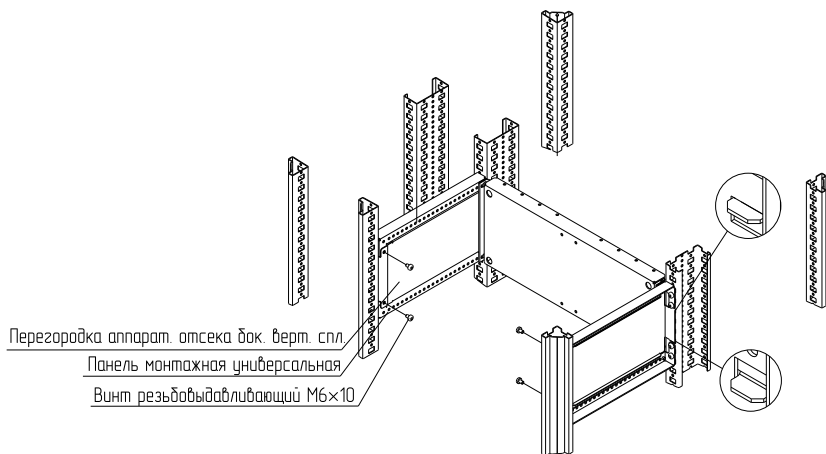

Рисунок 2
4.1.2 Приложить перегородку аппаратного отсека боковую вертикальную сплошную между траверс горизонтальных для стационарных МП, и между стойкой каркаса и стойкой дополнительной вертикальной и закрепить винтами М6×10 (рисунок 2). Момент затяжки – 7 Н·м.